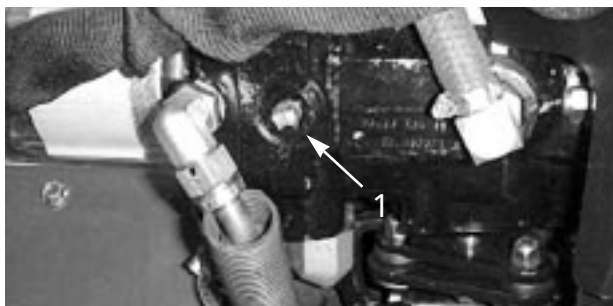

図 36
1. 油圧ポンプについているバイパスバルブ（図36）のレバーを90°回転させる。